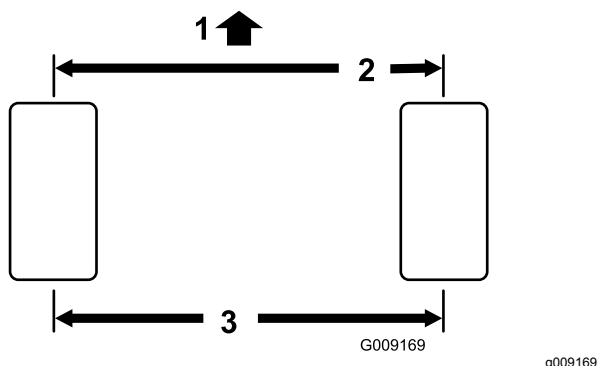

図 87
2. 後輪の前と後ろで、左右のタイヤの中央線間距離を測るアクスルの高さ位置で計測 図 87。